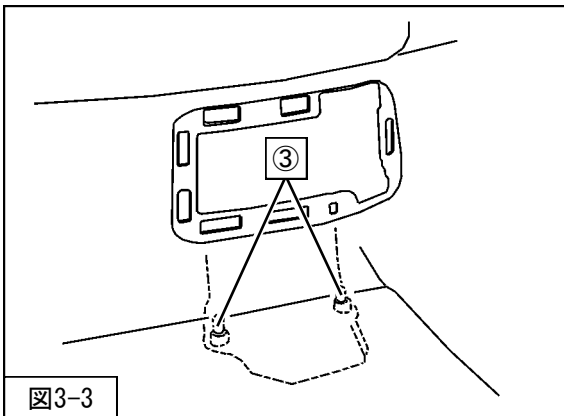

図3-3
4. アクスルビームの下にウエスなどを介して、ジャッキで下から支えながら、③リアサスペンションASSYアッパー取付ナットを取外してください。(図3-3)